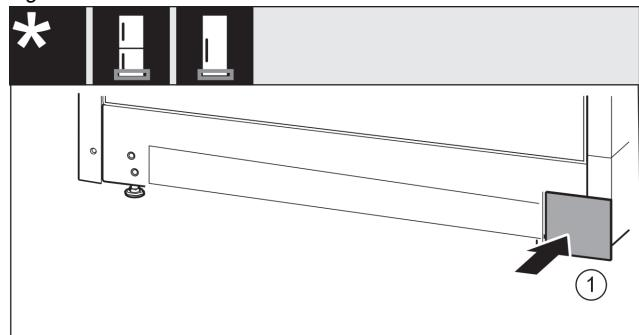

Fig. 19
- Снова установите крышку с другой стороны. Fig. 19 (1)